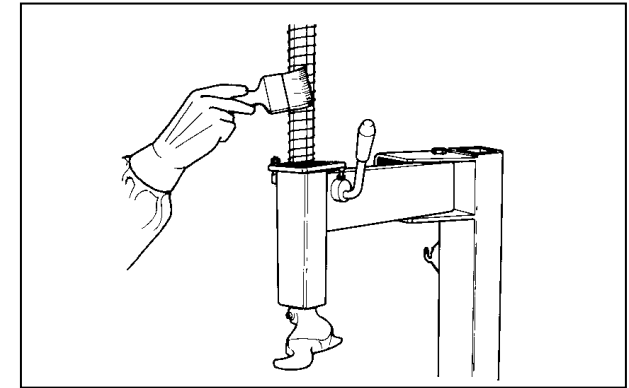

Fig. 24
A. Periodically clean the vertical hexagonal rod with nonflammable liquid detergent. Lubricate with oil (Fig.24).
A. Nettoyer périodiquement la tige hexagonale avec un détergent liquide non inflammable. Lubrifier avec de l'huile (Fig.24).